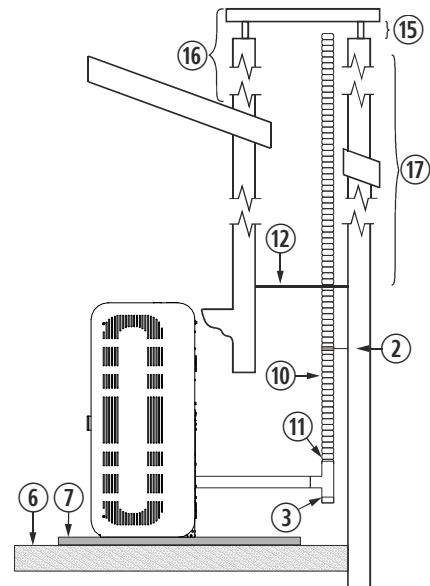

Figura 11
**4.28.** A instalação de um encastrável numa chaminé de obra pode ser feita em toda a sua totalidade em tubo flexível, tal como indicado na figura 11. Devemos ter especial cuidado na hora de realizar o isolamento entre a chaminé e o tubo da saída de gases para evitar possíveis retrocessos de gases em caso de tempestade.
②	Abraçadeira de união de aço inox.
③	Tê de 90° com registro.
⑥	Chão de madeira.
⑦	Protector de chão incombustível.
⑩	Tubo de aço inox flexível.
⑪	União adaptadora de flexível a rígido.
⑫	Isolante anti-retrocesso.
⑮	Mínimo 200mm.
⑯	Deve ultrapassar o teto em 1 metro.
⑰	Superior a 8m, aumentaremos uma medida.